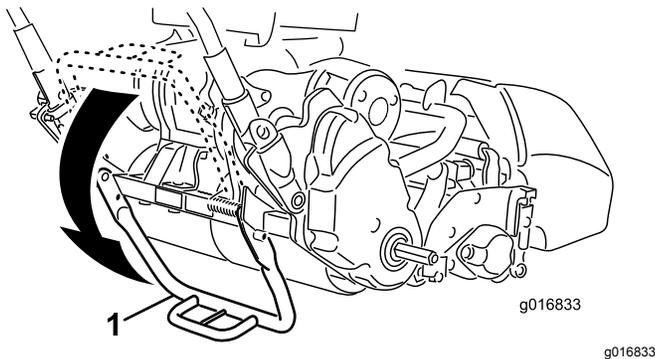

図 9
1. キックスタンドを立てるキックスタンドの中央部に足を置き、機体の下部についているハンドルで機体を持ち上げるとスタンドの上に機体が載る 図 9。